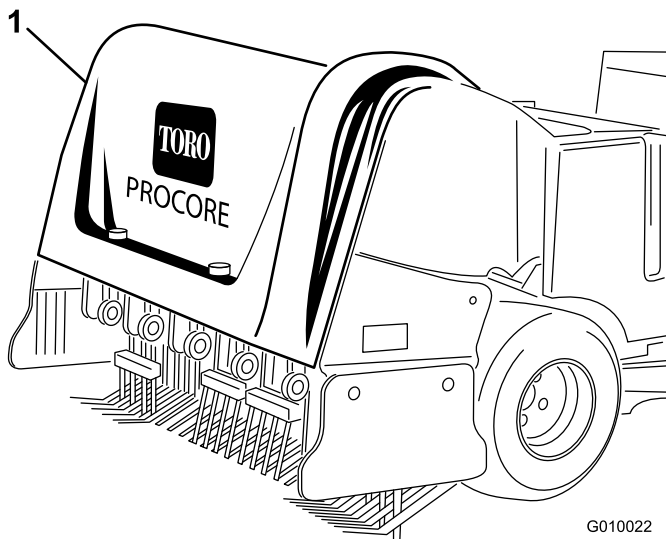
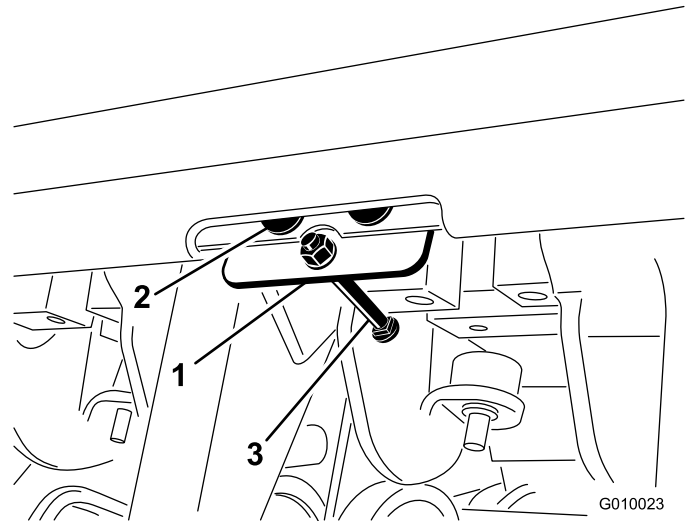

Bild 7
Bild 8
1. Befestigen Sie die Haubenplatte mit drei Blindnieten an der Heckhaube (Bild 7 und Bild 8).
3. Setzen Sie die Schraube durch die Haubenplatte ein (Bild 8).
4. Befestigen Sie die Schraube mit einer Sicherungsmutter (Nr. 10) an der Haubenplatte (Bild 8).